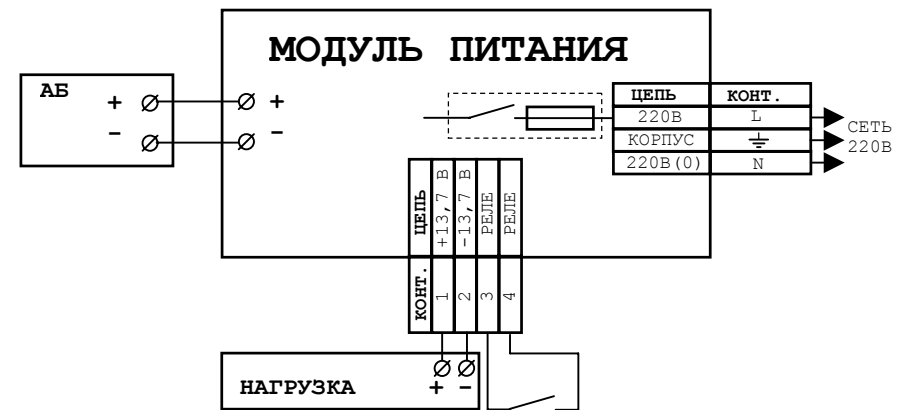

Рисунок 3
6.2 Подключение внешних цепей осуществлять с помощью клемм внутри корпуса в соответствии со схемой подключения ИЗДЕЛИЯ (см. рисунок 3) и маркировкой на корпусе.